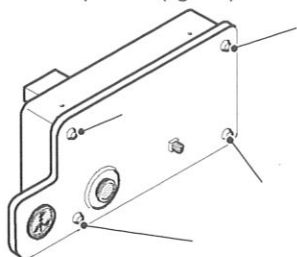

fig. 6.1
- 6 Togliere le quattro viti del pannello comandi e rimuovere il coperchio (fig. 6.1).